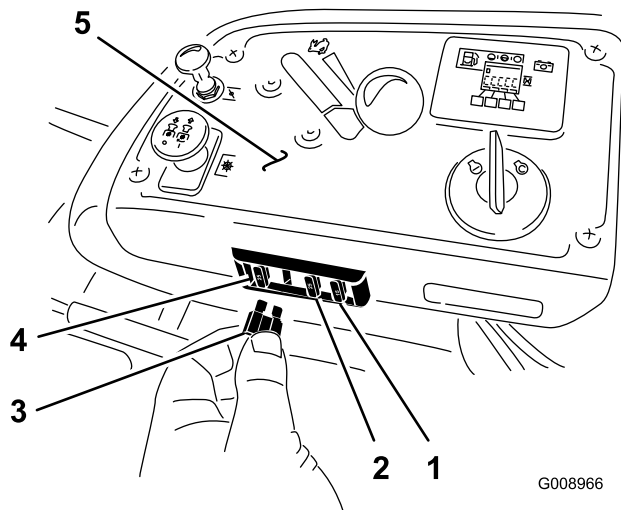

Figura 57
1. Los fusibles están situados en la consola de la derecha, junto al asiento (Figura 57).
3. Instale un fusible nuevo (Figura 57).